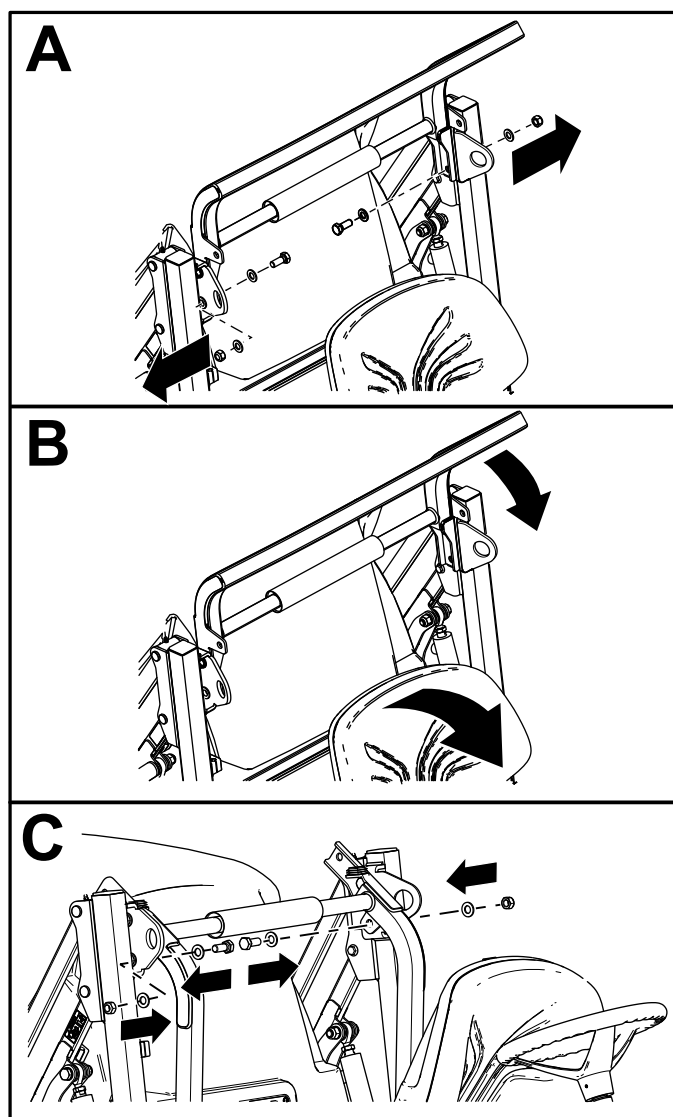

Figura 18
4. Rimuovete i dadi, i bulloni e le rondelle (Figura 18).
6. Abbassate il roll bar e fissatelo in posizione con i dadi, i bulloni e le rondelle (Figura 18).
Nota: Per sollevare il roll bar, seguite le istruzioni nella Figura 18 nell'ordine inverso.
5. Rimuovete i dadi, i bulloni e le rondelle dal roll bar (Figura 18).
6. Sollevate il roll bar e fissatelo in posizione con i dadi, i bulloni e le rondelle (Figura 18).